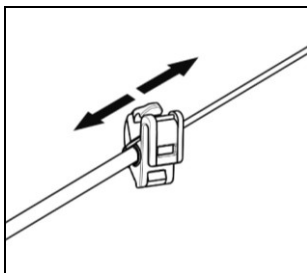

Fig. 24
- Juster mikrofonen (Fig. 24).